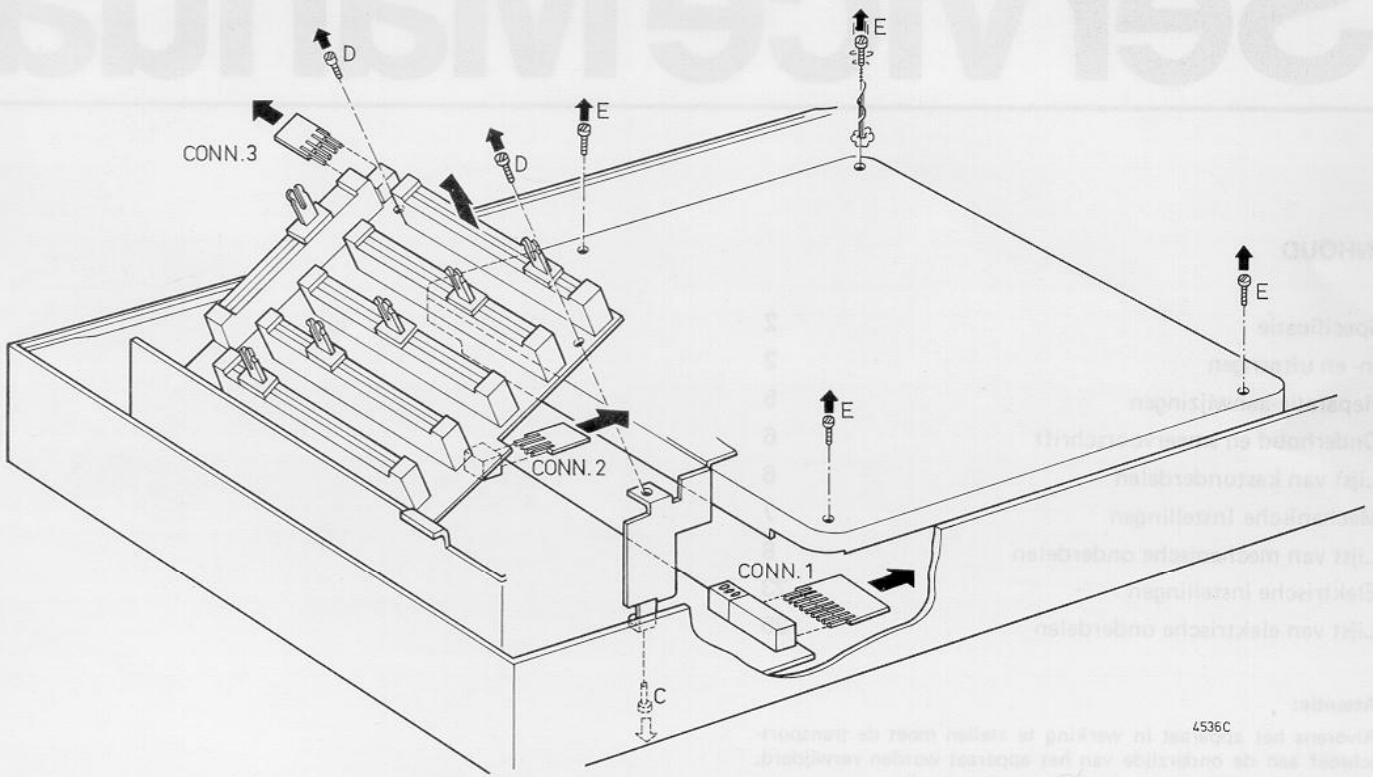

Fig. 3
III. VERVANGEN VAN LOOPWERKONDERDELEN, fig. 3 en 5
- De potentiometerprint is klapbaar na verwijdering van konektor 3 en 2 schroeven D (fig. 3).